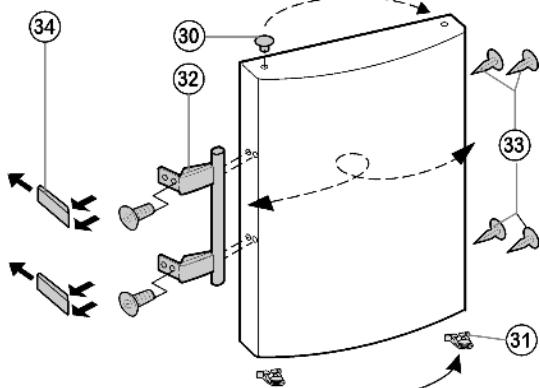

Fig. 8
- ▶ Выведите из фиксатора верхней дверцы пружинный захват Fig. 8 (31) и переставьте его на новую сторону шарнира.
- ▶ Извлеките пробки Fig. 8 (30) из опорных втулок дверцы и переставьте.
- ▶ Снимите и переставьте на противоположную сторону дверную ручку Fig. 8 (32), пробку Fig. 8 (30) и прижимные пластины Fig. 8 (34).